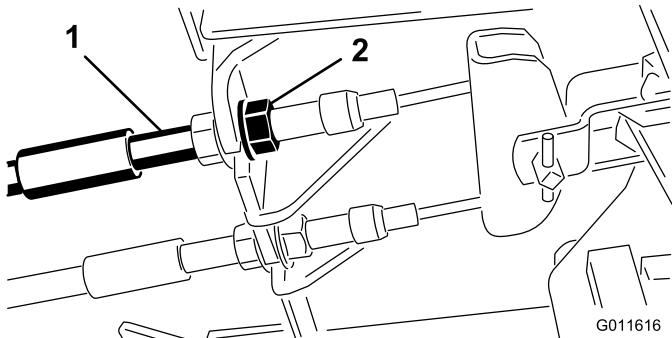

Figura 44
1. Para reducir la holgura de los pedales de freno, apriete los frenos aflojando la tuerca delantera del extremo roscado del cable de freno (Figura 44).